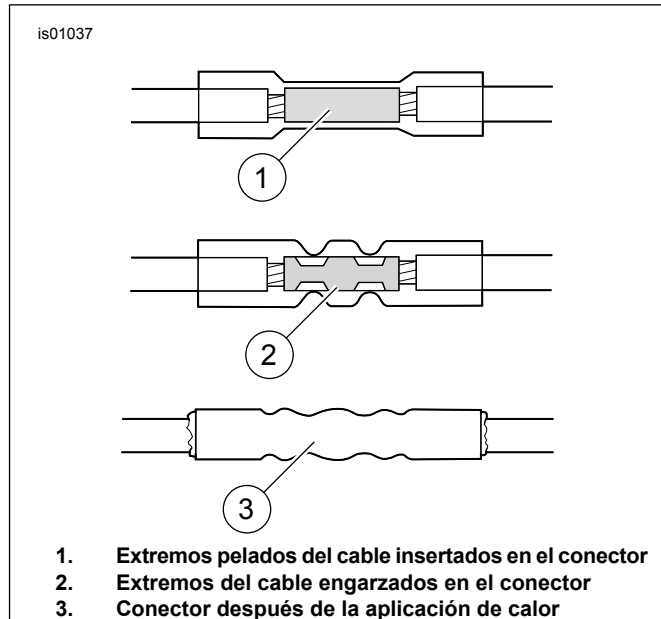

Figura 12. Conexiones de empalme sellado
3. Vea Figura 12. Para cada empalme, inserte los extremos del cable en el conector de empalme como se muestra.